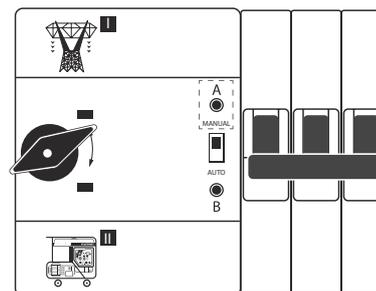
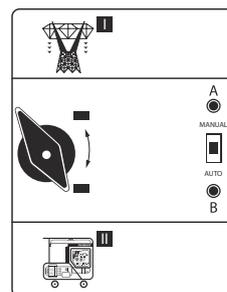
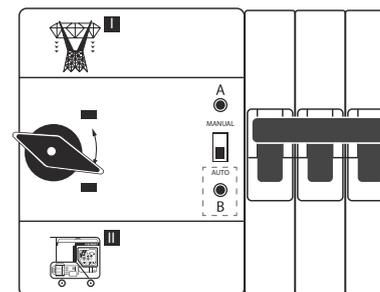

Рис. 2
Рис. 3
Рис. 4
Примечание! В случае если генератор по каким-то причинам запустить невозможно, напряжения от сети тоже нет и есть необходимость переключить контактор, то можно переключить контактор в ручном режиме. Для этого откройте крышку щитка, отключите автомат защиты, переведите переключатель на контакторе в положение MANUAL (рис. 2), затем переведите ручку переключения контактором в нужное положение (I)-сеть, (II)-генератор (рис. 3), переведите переключатель на контакторе в положение AUTO (рис. 4), затем включите автомат защиты.